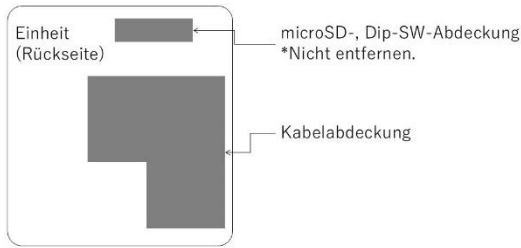

Abb. 4.1
- Entfernen Sie die Kabelabdeckung, um die Drähte mit dem Klemmenblock zu verbinden. (Abb. 4.1).
- Entfernen Sie nicht die microSD- oder Dip-SW-Abdeckung. (Abb. 4.1).